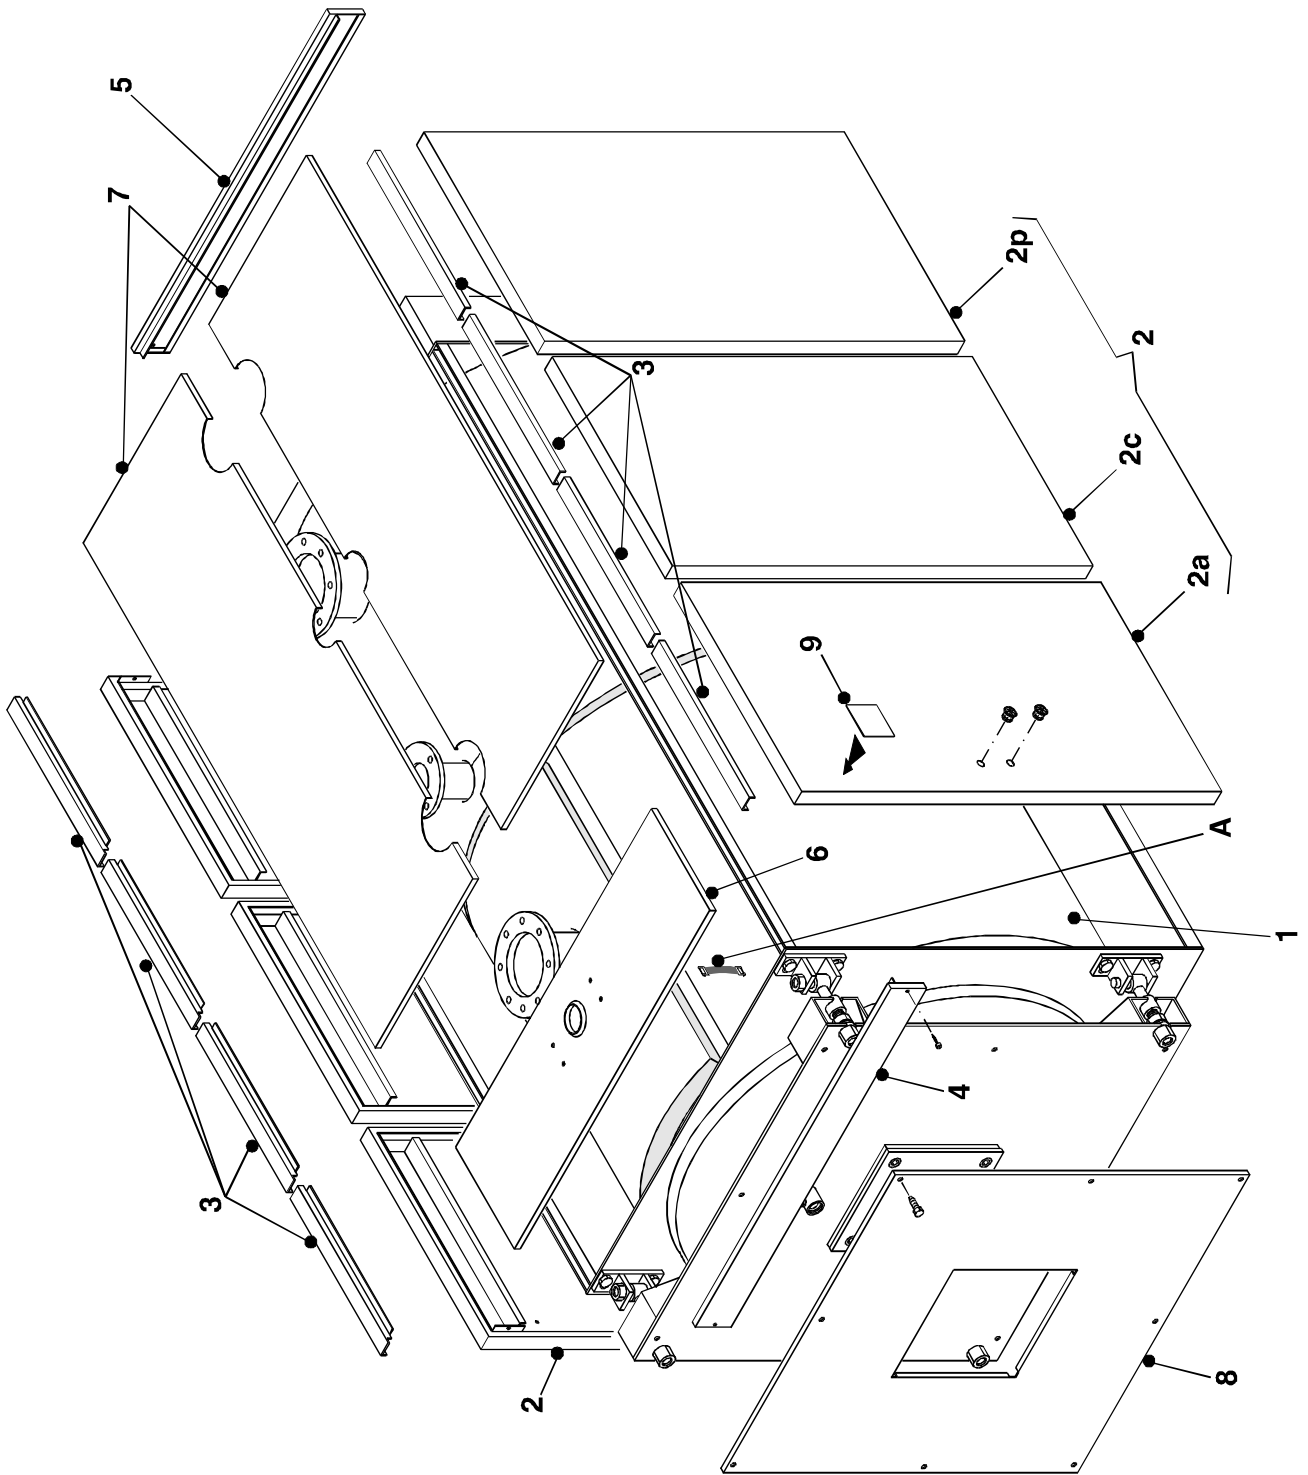

fig. 13
- I) Fissare la targhetta dati di caldaia (pos.14) al pannello laterale dopo aver sgrassato la parte interessata con apposito solvente. **La targhetta è inserita nella busta documenti.**
- L) Il pannello frontale porta (pos. 15) con il relativo isolamento in lana minerale, è già montato.
N.B. Per il modello **PREXAL 1400** (rif. fig.13), il mantello e l'isolamento sono contenuti in 3 imballi marcati:
N.B. Per i modelli compresi tra **P1850** e **P3500** (rif. fig.13), il mantello e l'isolamento sono contenuti in 4 imballi marcati:
Sequenza di montaggio (Rif. fig. 13)